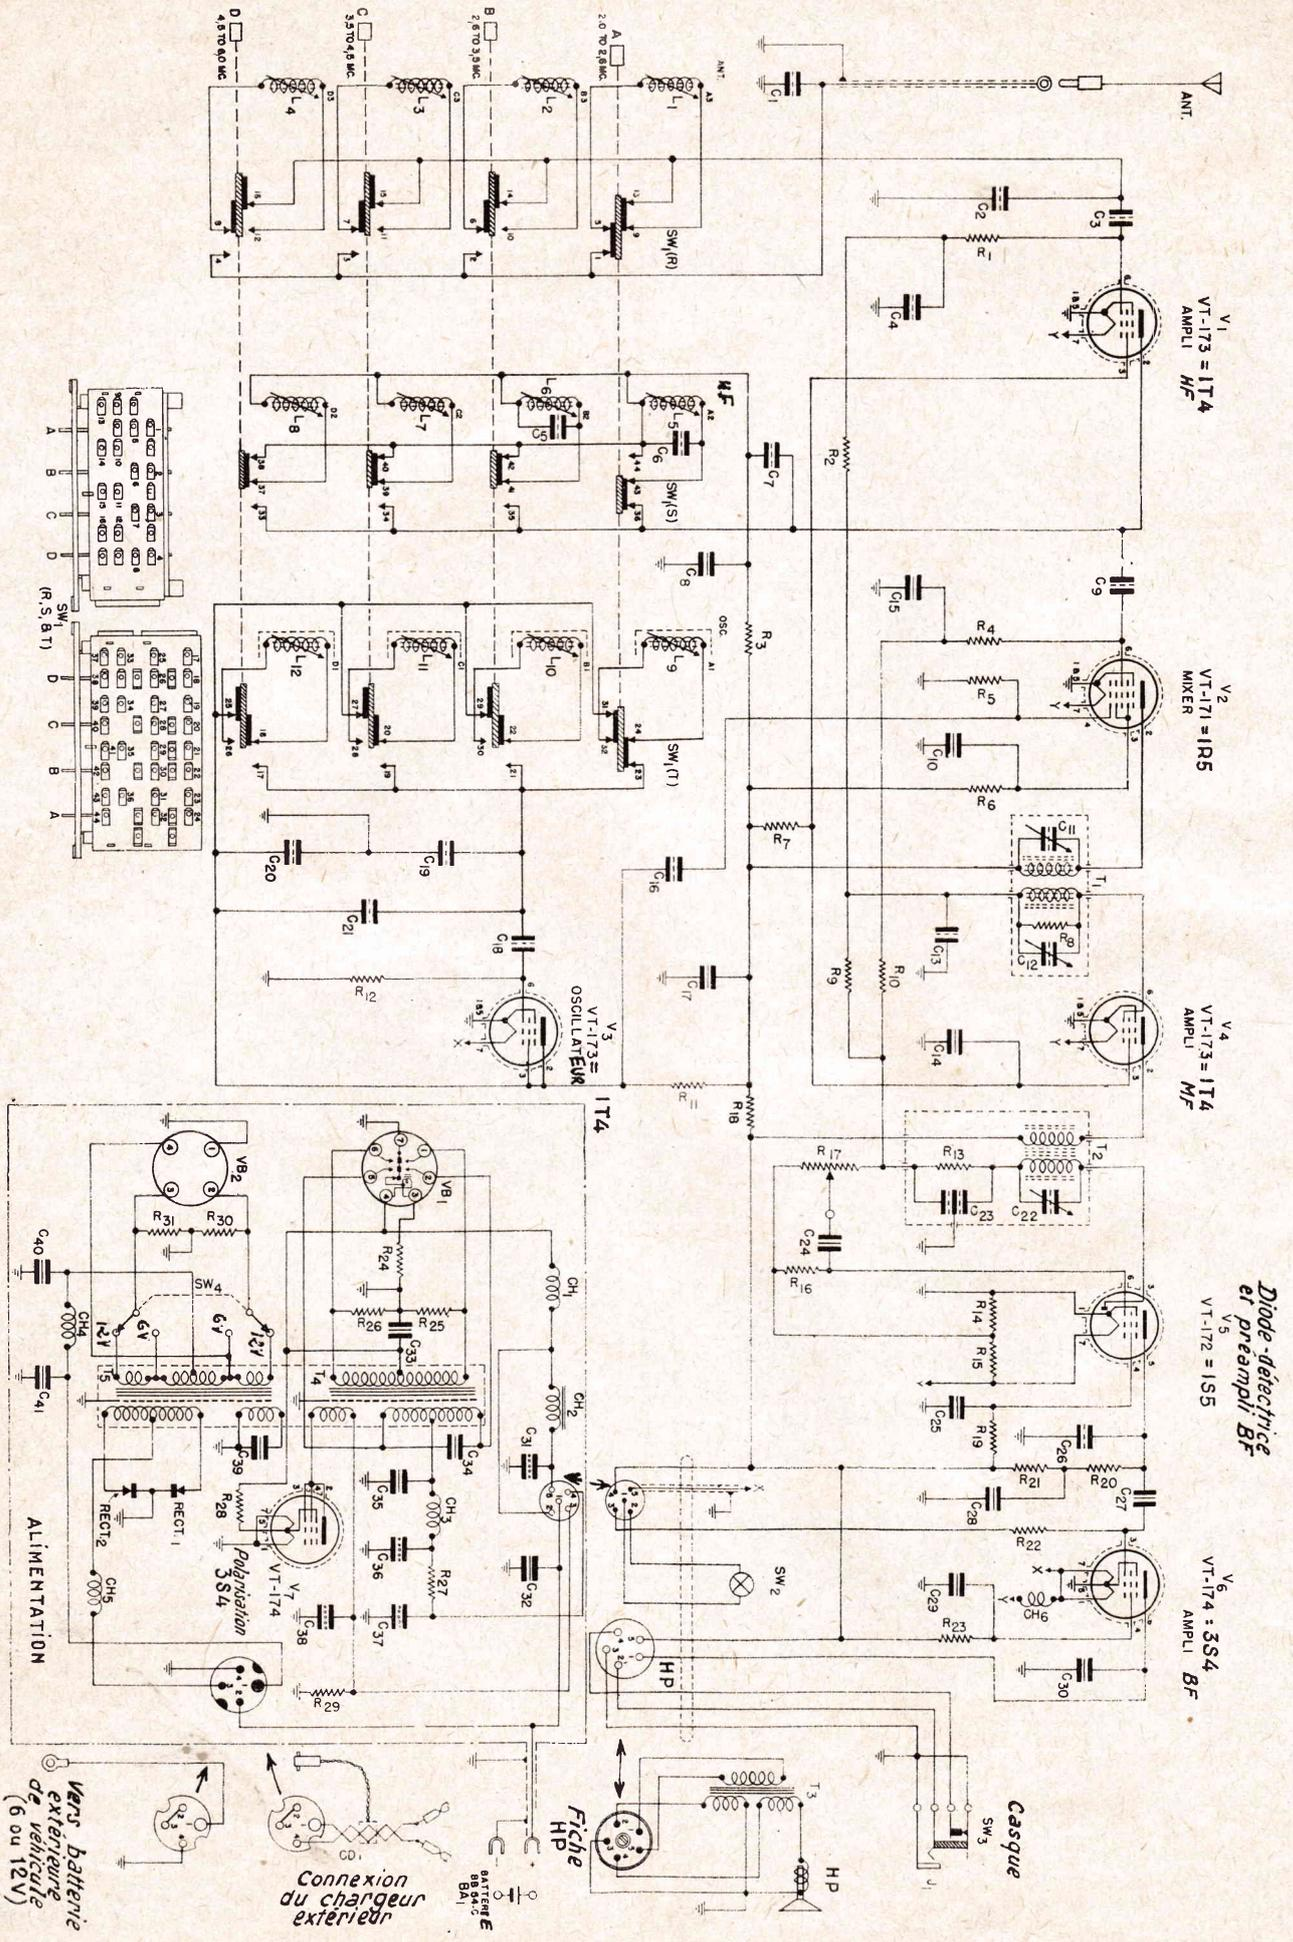

Fig. 1. — Schéma du récepteur BC 738 C.
Le boîtier d'alimentation incorporé est représenté dans le schéma inférieur droit du schéma général de la figure 1. Il est relié à l'interrupteur de mise en route de la batterie de l'appareil. Ce boîtier est alimenté par un accumulateur au plomb (2 volts de faible encombrement. Un générateur synchrone (VB1) associé à un transformateur T₁ fournit la haute tension et la polarisation nécessaires au récepteur après filtrage nécessaire par C_{13} , R_{27} , C_{36} , C_{37} . Les condensateurs parasites que pourrait amener le vibreur sont éliminés par C_{41} et ainsi que par le choc HF CH_2 de la partie du circuit des filaments. Un élément basse tension séparé, associé à une pentode BF 3S4 monté en diode assure la polarisation correcte de l'étage final. En bref, on trouve aux bornes du connecteur + 90 V (4) 1,35 V (5) — 9, (3). Les fiches 1 et 2 correspondent à l'interrupteur de mise en route.